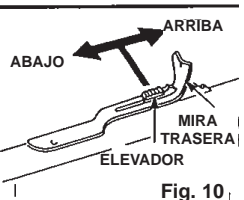

Fig. 10
- Se puede ajustar la mira trasera para tirar más alto o más bajo (elevación). Al mover el elevador, levante ligeramente la mira trasera y vuélvala a colocar en la ranura deseada del elevador. (Fig. 10) Mueva el elevador de la mira trasera hacia atrás para hacer que la munición o diábolo golpee más arriba en el blanco. Mueva el elevador de la mira trasera hacia adelante para hacer que la munición o diábolo golpee más abajo en el blanco.